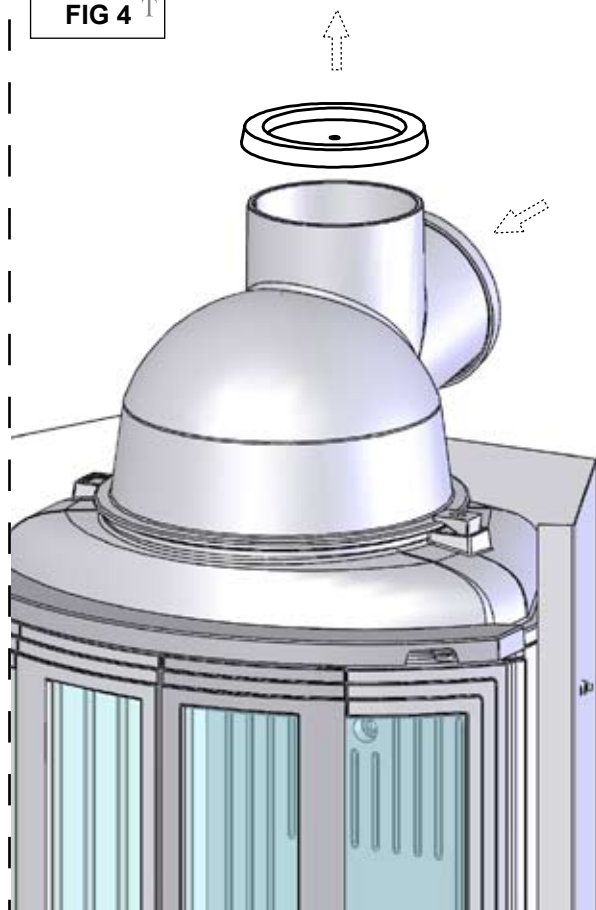

FIG 5 ^T
FIG 5: Ved placering af indsatsen på gulv af brændbart materiale, skal HELE gulvet indvendigt i omramningen dækkes af en stålplade (1) med minimum 0,7 mm tykkelse. Gulvbelægninger som f.eks. gulvtæpper, nålefilt og lignende under stålpladen skal fjernes.